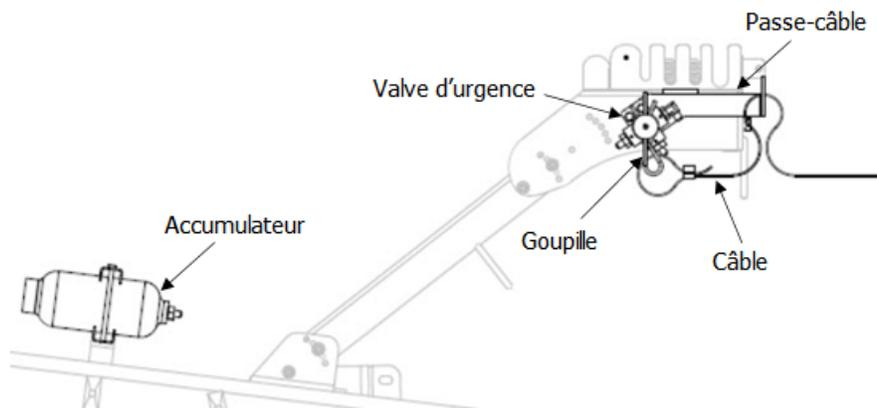
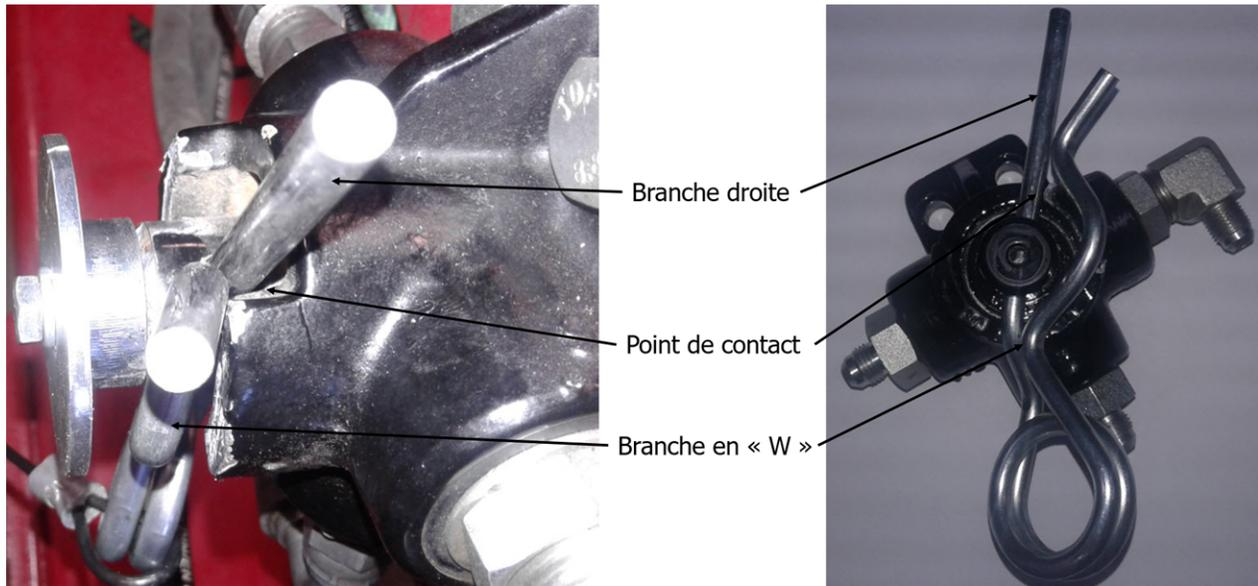

Figure 12 — Freins hydrauliques
Figure 13 — Goupille et valve d'urgence des freins hydrauliques
Un mode d'urgence permet d'immobiliser automatiquement la remorque si elle se détache accidentellement du tracteur. Pour ce faire, la valve d'urgence déclenche le freinage à travers l'accumulateur (voir la Figure 12).
- La goupille de la valve doit être insérée du bas vers le haut (voir la Figure 13).
2. Assurez-vous que l'huile hydraulique peut circuler entre le tracteur et les freins. Pour cela, vérifiez que la branche droite de la goupille est à la verticale et qu'elle est en contact avec la valve d'urgence (voir la Figure 12 et la Figure 13).